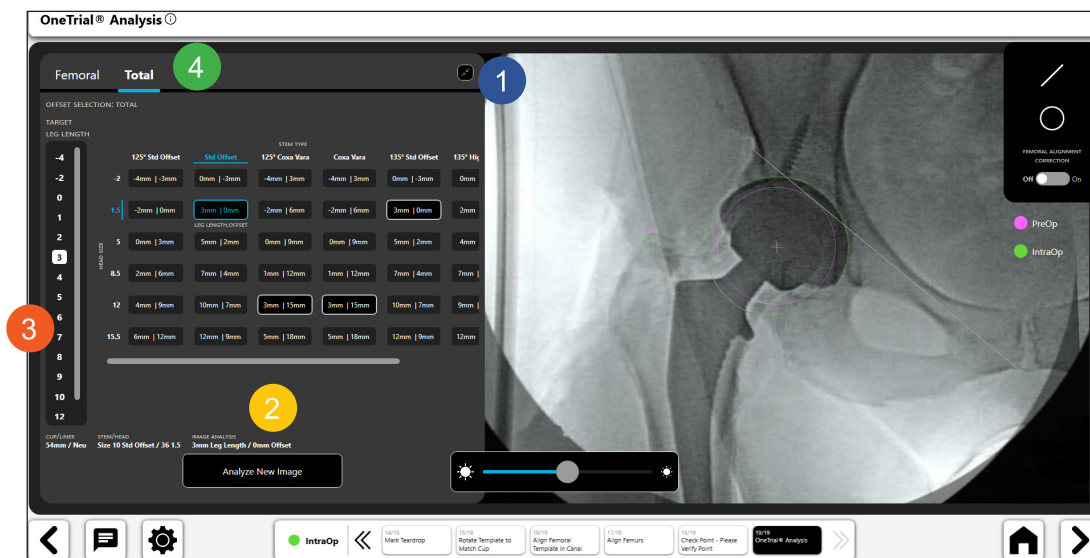

Abb. 70: OneTrial™ Analyse – Erweitertes Diagramm
- Zwei Benutzeransichten wie in Abbildung 70 und 71 dargestellt